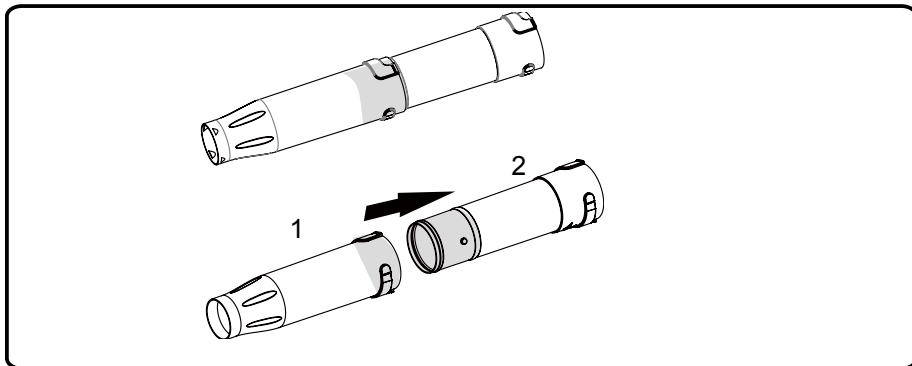

Fig.3
3. Inserte el tubo 1 en el tubo 2 y gire en el sentido de las agujas del reloj hasta que encaje en su posición (véase fig.3)